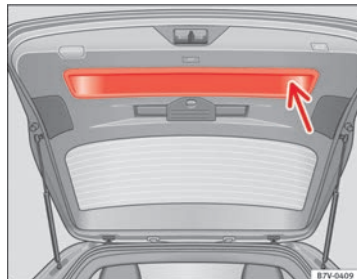

Fig. 54 Portellone posteriore aperto: maniglia di presa ad incavo.
- Prendere la maniglia di presa ad incavo del rivestimento interno del portellone posteriore ⇒ fig. 54 (freccia).